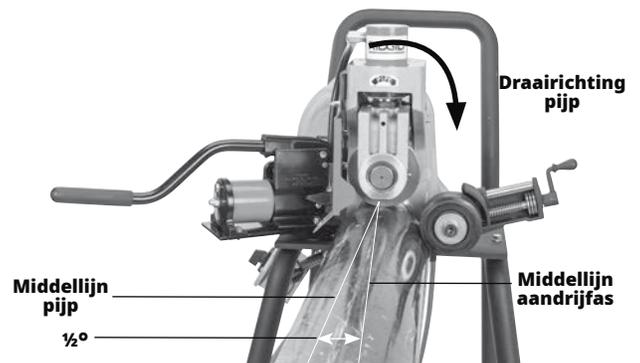

Afbeelding 12 - De pijp nivelleren
- Zet de AAN/UIT-schakelaar in de stand AAN. Druk de voetschakelaar in en laat weer los. Controleer of de groefrol rechtsom draait, zoals aangegeven op het plaatje voor de draairichting van de pijp op de groefmachine; *Zie Afbeelding 12*. Laat service aan de machine uitvoeren als deze in de verkeerde richting draait of als de machine niet met de voetschakelaar kan worden gestopt of gestart.